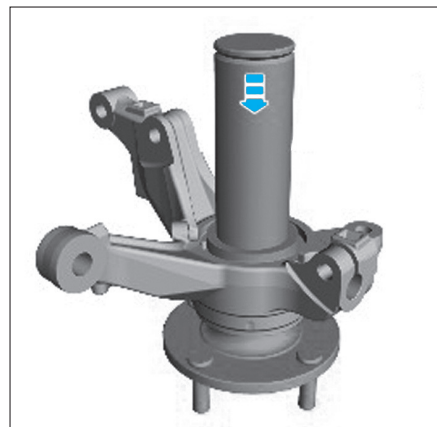

Fig. 20
- A l'aide d'un mandrin approprié et d'une presse hydraulique, reposer le moyeu sur le pivot (Fig.20).